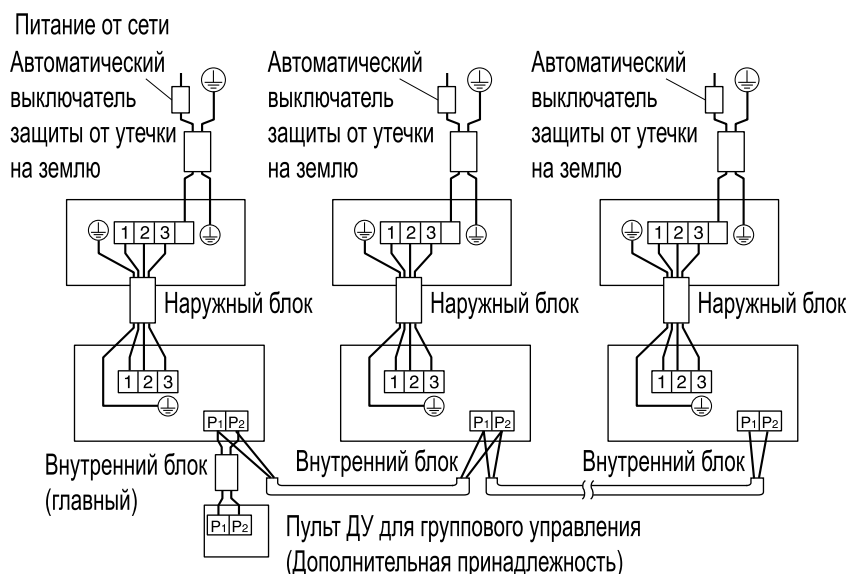

Рис. 35
- **Групповое управление:** 1 пульт дистанционного управления управляет несколькими (до 16) внутренними блоками (Все комнатные блоки функционируют по командам пульта дистанционного управления). (См. рис. 35)
- (1) Снять крышку блока управления. (См. раздел "9. СПОСОБ ПОДСОЕДИНЕНИЯ ПРОВОДКИ И ПРИМЕР ЭЛЕКТРОПРОВОДКИ".)
- (2) Подключить мостик между контактами (P1, P2) внутри блока управления для пульта дистанционного управления. (Полярность отсутствует) (См. рис. 35 и таблицу 3)